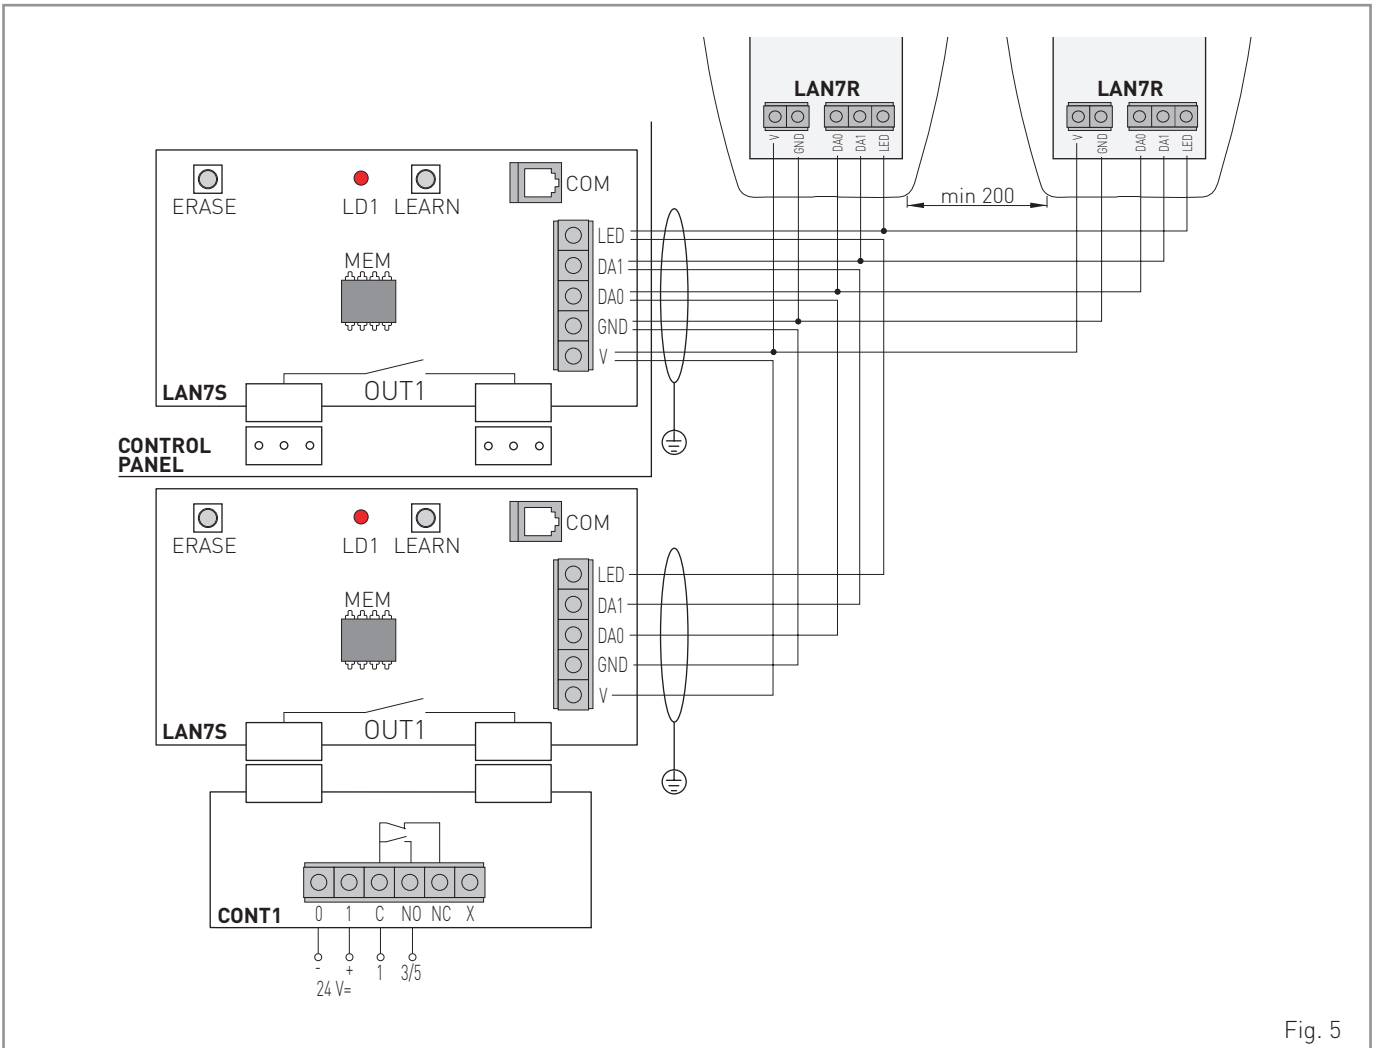

Fig. 5
N.B.: è possibile aumentare la capacità di memoria sino a 1016 codici, collegando due schede LAN7S come indicato in fig. 5.